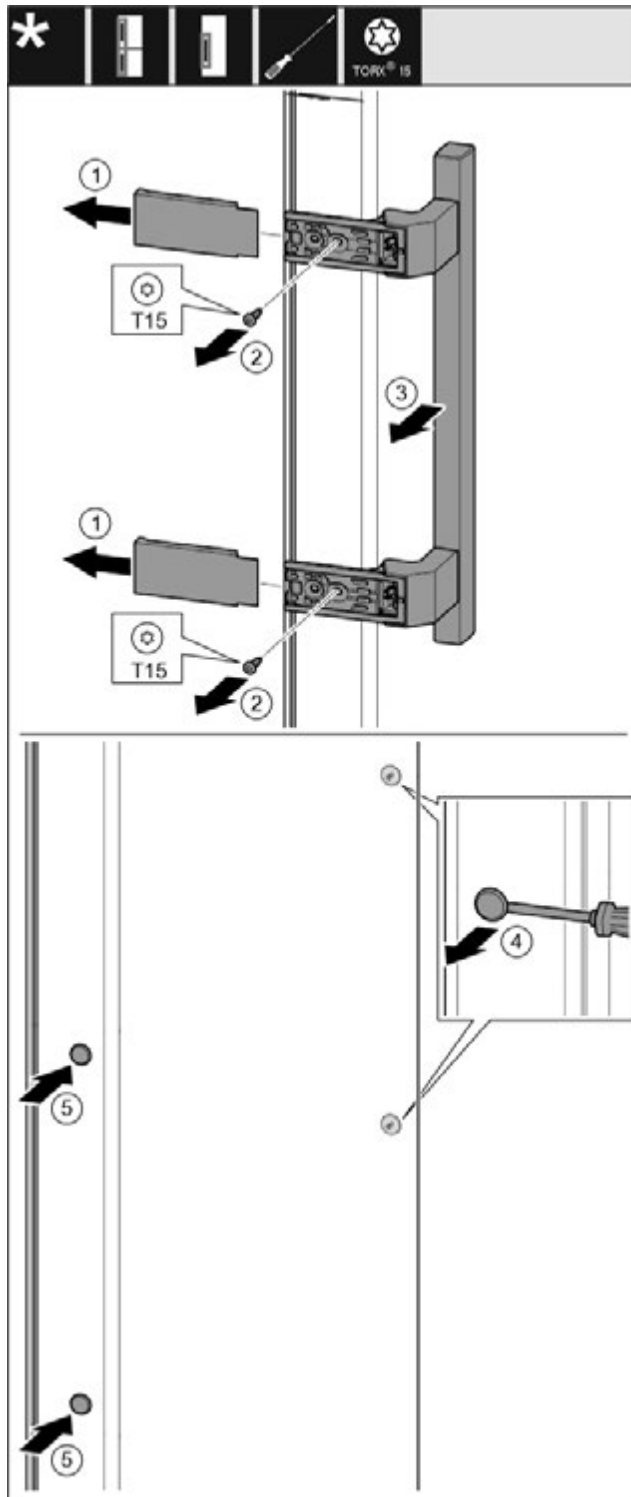

Fig. 30
- ▶ Зніміть кришку. Fig. 30 (1)
- ▶ Викрутіть гвинти за допомогою викрутки T15. Fig. 30 (2)
- ▶ Зніміть ручку. Fig. 30 (3)
- ▶ За допомогою шліцевої викрутки обережно підійміть бокову пробку та витягніть її. Fig. 30 (4)
- ▶ Знову вставте пробку з іншого боку. Fig. 30 (5)